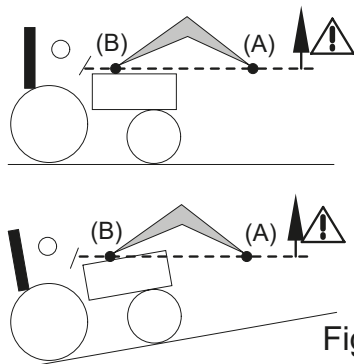
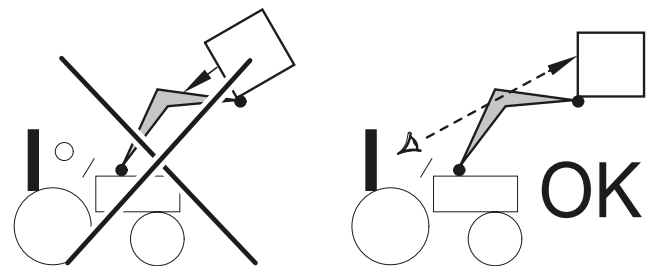

Fig. 2
Fig. 3
- Durante le operazioni di sollevamento e spostamento, fare attenzione al carico dal momento in cui il punto di rotazione dell'attrezzo (A) supera il punto di articolazione orizzontale del caricatore (B) [vedere fig. 2]. Se necessario, regolare la posizione dell'attrezzo in modo che il carico non venga mai rivolto verso il conducente [vedere fig. 3].
PERICOLO: Se il carico non è fissato correttamente, l'operatore è esposto al pericolo di caduta del carico quando il punto di rotazione dell'attrezzo (A) supera l'orizzontale del punto di rotazione del caricatore (B) [vedere fig. 2].
PERICOLO: È vietato richiamare il caricatore quando il punto di rotazione dell'attrezzo (A) supera l'orizzontale del punto di rotazione del caricatore (B) [vedere fig. 2].